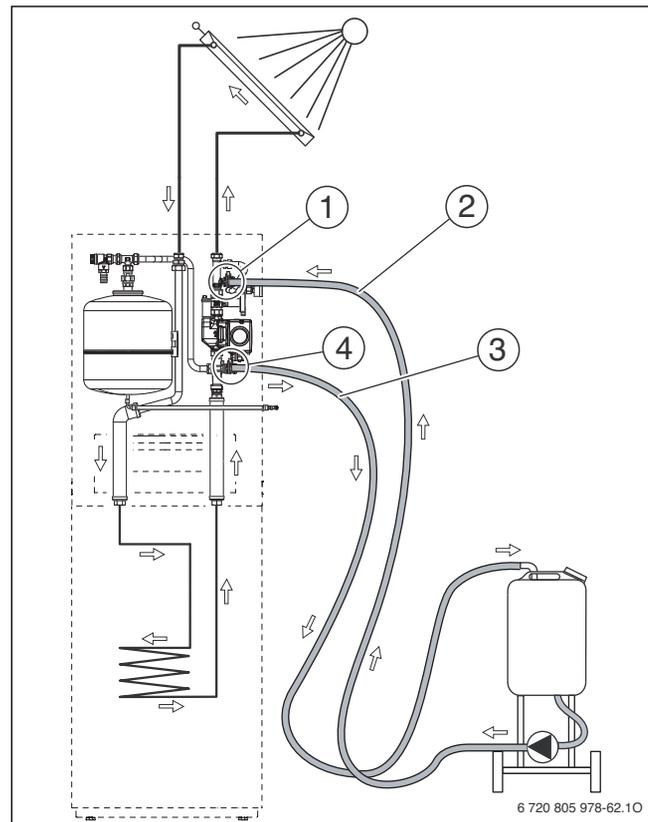

Bild 234 Befüllen der Solaranlage
► Befüllrichtung, wie in Bild 234 dargestellt, anschließen.
► Füll- und Entleerhahne (→ Bild 234, [1] und [4]) öffnen.
► Während des Spülens den Füll- und Entleerhahn am Durchflussbegrenzer (→ Bild 234, [4]) mehrmals kurzzeitig drosseln und anschließend schnell komplett öffnen. Dadurch können sich gestaute Luftblasen in der Rohrleitung lösen.